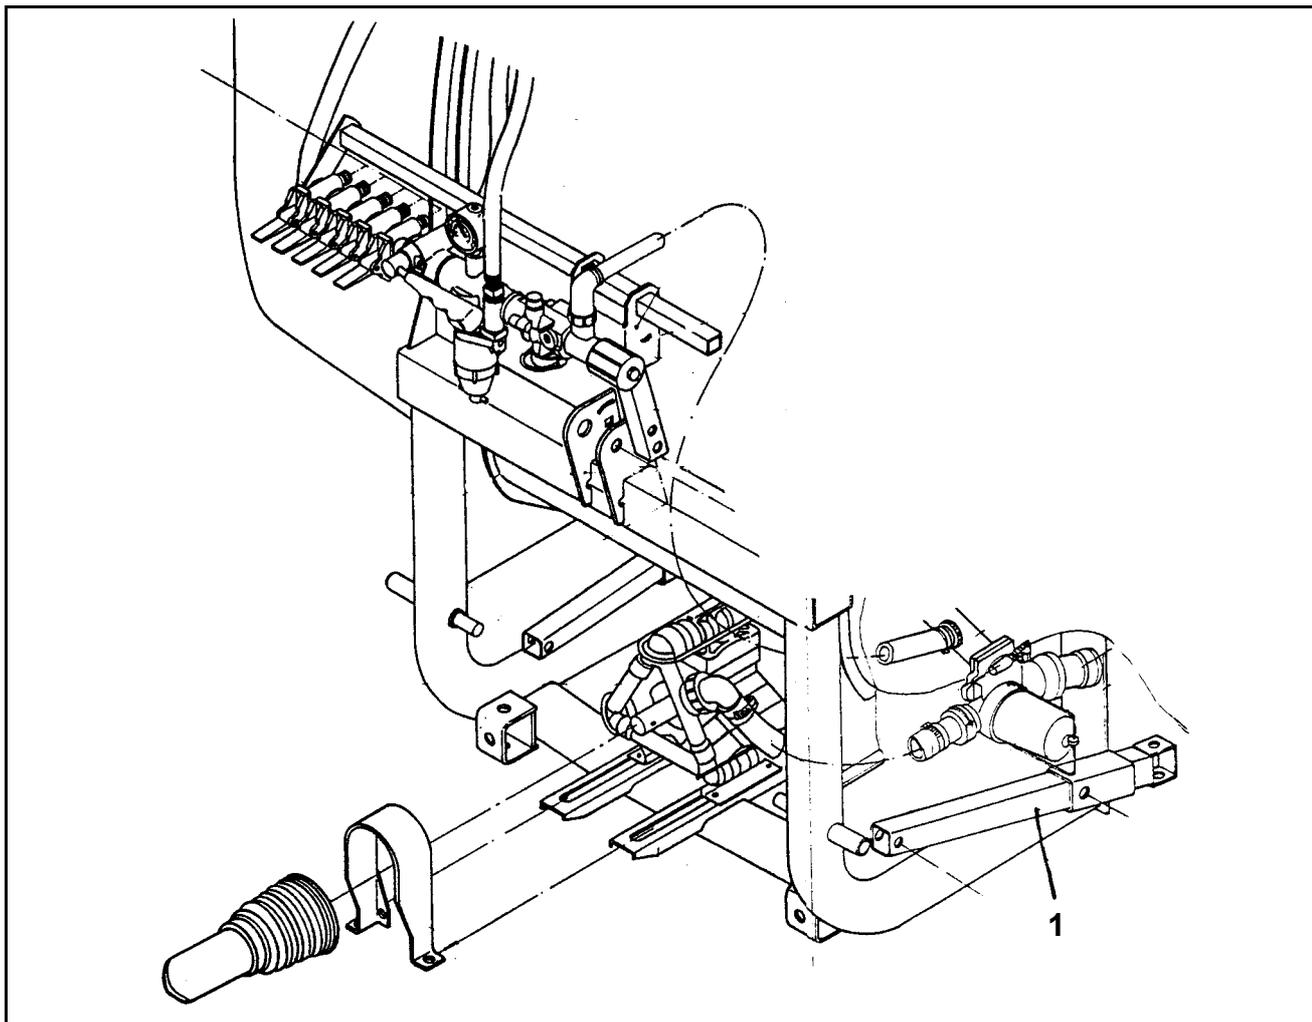

Fig. 5
- Introduisez les deux béquilles de remisage et verrouillez (Fig. 5/ 1).
- Sortez et bloquez les deux béquilles de remisage (Fig. 5/ 1).